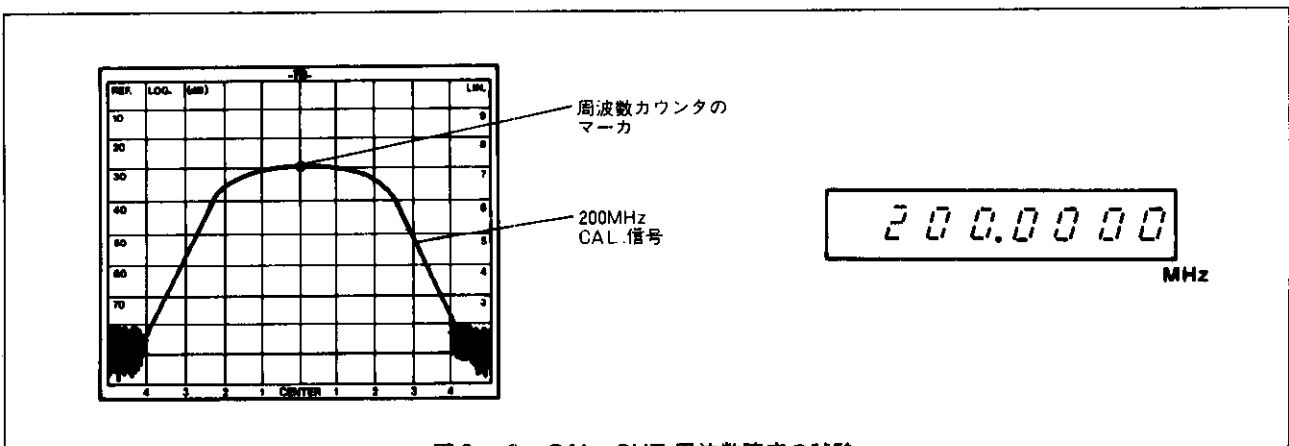

図 3-6 CAL. OUT. 周波数精度の試験
3. **200MHz CAL.** 信号が管面中央 (**CENTER**) にくるように **TUNING** つまみを回します。マーカ点か波形のピークにくるように **MANUAL SWEEP** つまみを回します。〔図 3-6〕